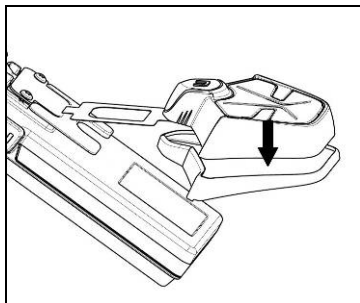

Fig. 5
- Rotar el adaptador y llevarlo a la posición horizontal como el sistema ESS, pulsar los dos componentes hasta que se peguen uno sobre el otro (Fig. 5);